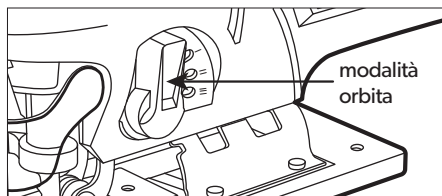

Figura 2
1. Il seghetto alternativo è dotato di quattro modalità di taglio (tre impostazioni di taglio e 1 modalità di taglio diretto). Per cambiare la modalità di taglio, regolare la modalità orbitale Leva (16). Vedere la Figura 2 di seguito.